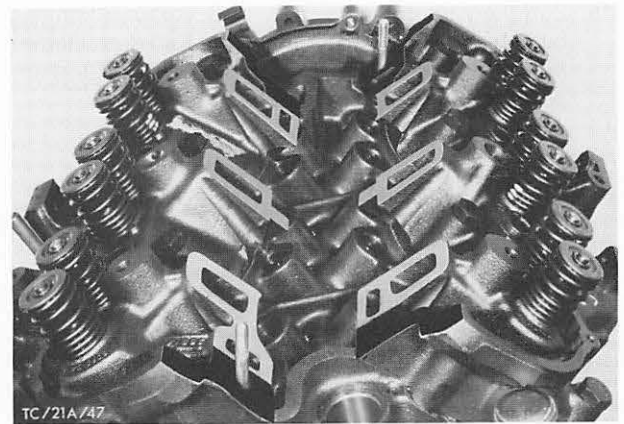

Abb. 210 Dichtflächen Zylinderkopf-Außenkanten mit Dichtmasse bestreichen
14. Dichtflächen-Außenkante Zylinderköpfe und Ansaugkopf mit Dichtungsmasse bestreichen, Abb. 210. Neue Dichtung-Ansaugkopf auflegen.